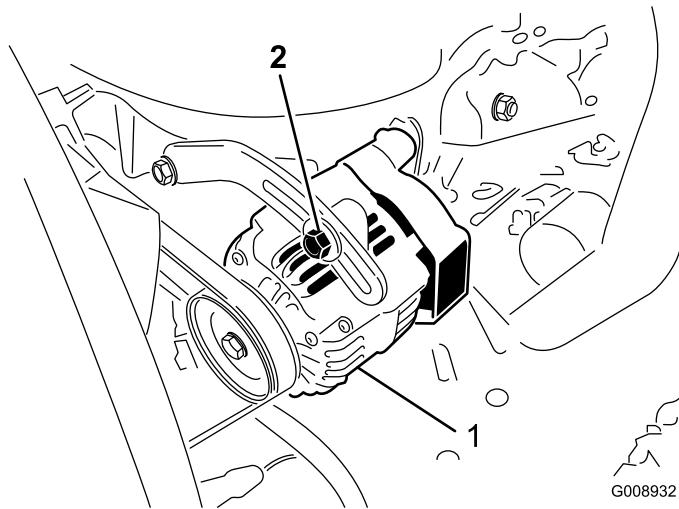

Figure 77
Vérifiez l'état et la tension des courroies (Figure 77) toutes les 100 heures de fonctionnement.
2. Si vous n'obtenez pas une flèche de 10 mm (3/8 po), desserrez les boulons de fixation de l'alternateur (Figure 77). Augmentez ou diminuez la tension de la courroie et resserrez les boulons. Contrôlez de nouveau la flèche de la courroie pour vérifier si la tension est correcte.